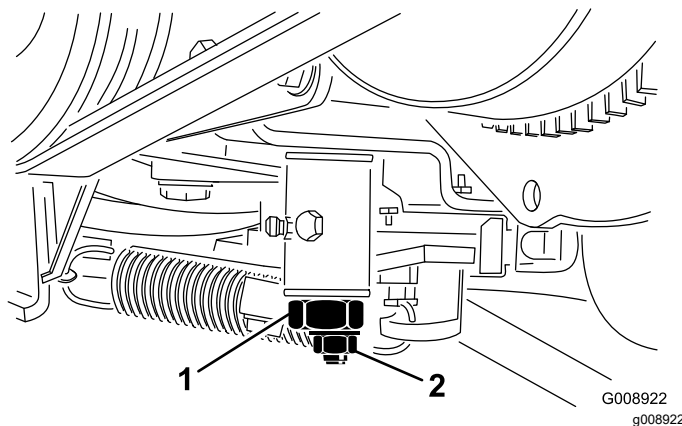

図 56
4. トラクション調整カムのロックナットをゆるめる [図 56]。